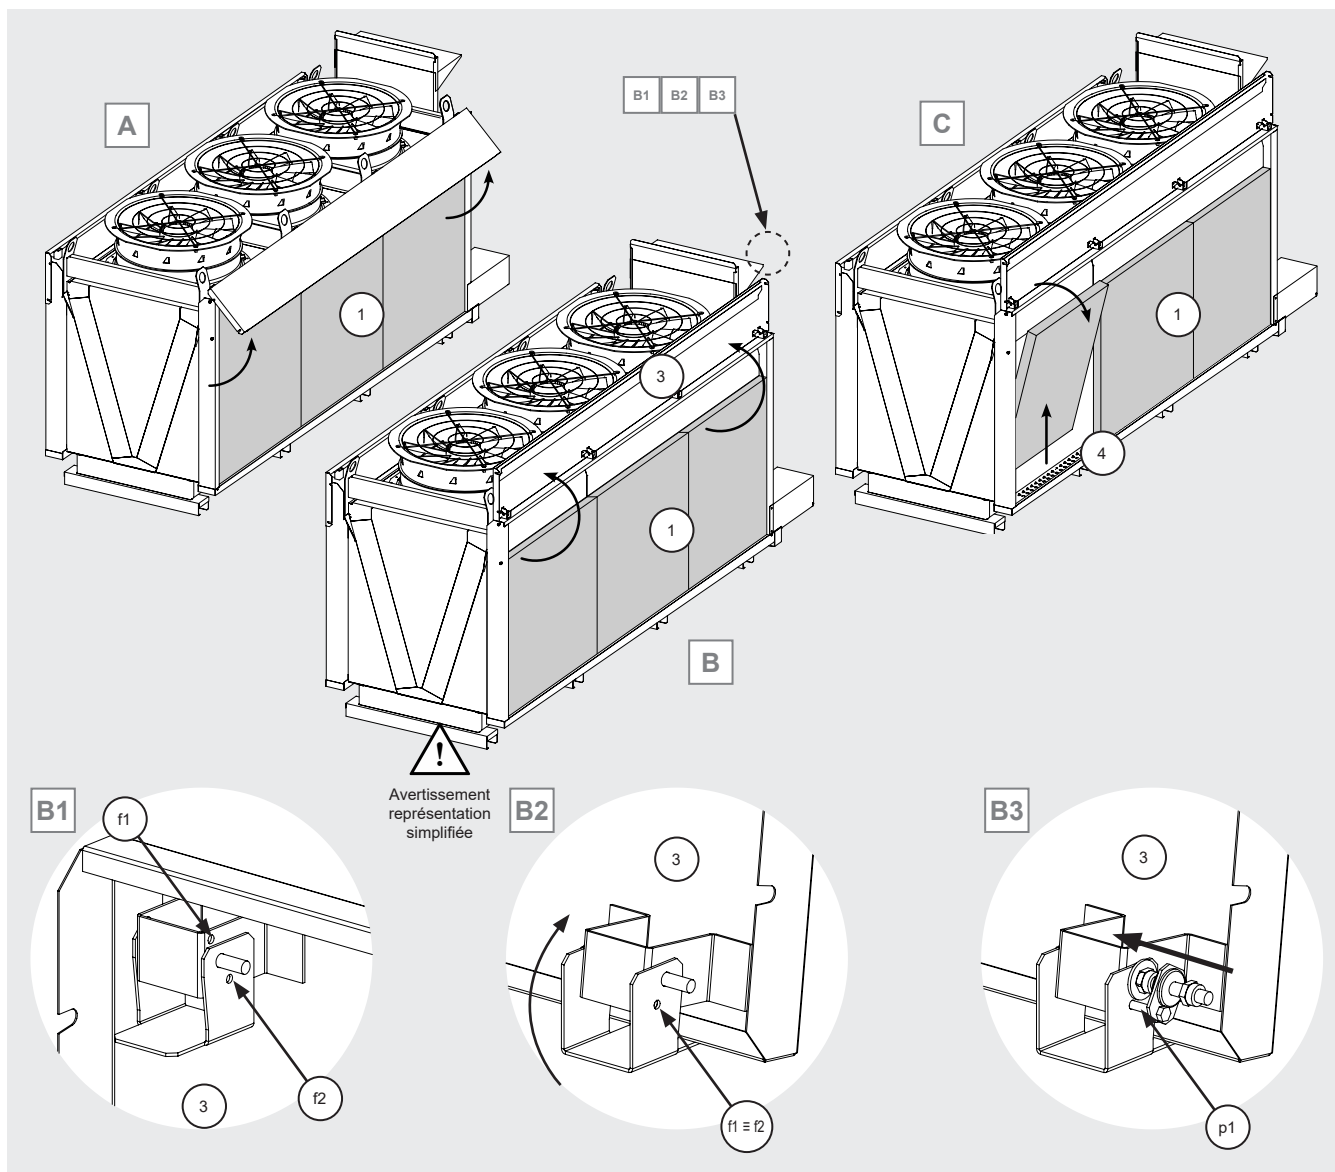

Figure 18
- 12.9.4 Soulever le couvercle (3) du compartiment de la buse. Voir Figure 18 A et B. Faites attention aux détails de la Figure 18 B1, B2, B3. Les Figure 18 B1 et Figure 18 B2 sont simplifiées à des fins d'explication. Observez la Figure 18 B1: une charnière à l'extrémité du couvercle (3) est équipée d'un système qui empêche la fermeture accidentelle du couvercle (3). La charnière comporte deux trous (f1) et (f2). Tournez le couvercle (3) jusqu'à ce que les deux trous correspondent, comme le montre la Figure 18 B2. Insérez maintenant la goupille (p1) dans les deux trous et verrouillez le couvercle (3) en place. Avant de travailler sur le modèle, assurez-vous que le couvercle (3) est bien en place et qu'il ne peut pas se fermer accidentellement. Risque de se cogner les mains ou la tête.
- 12.9.5 Sortez les panneaux extérieurs (1): soulevez-les verticalement hors du guide inférieur (4) et tirez-les ensuite vers l'extérieur. Voir la Figure 18 C.